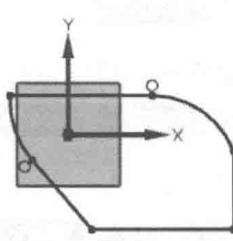

图 1.1.2 草图轮廓
Step2. 选择下拉菜单 **插入(S)** → **曲线(C)** 在任务环境中绘制草图(Y) 命令，选择 XY 平面为草图平面，单击 **确定** 按钮，系统进入草图环境。选择下拉菜单 **插入(S)** → **曲线(C)** → **轮廓(O)** 命令，绘制图 1.1.2 所示的草图轮廓。